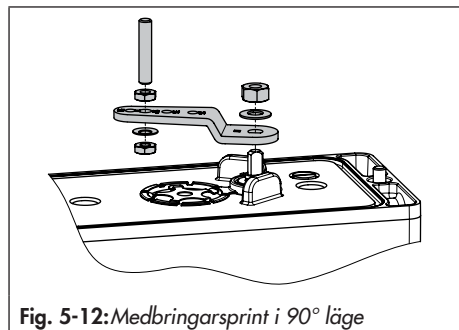

Fig. 5-12: Medbringarsprint i 90° läge
1. Fäst adapterblocket (1) på ställdonets NAMUR-gränssnitt med de fyra fästskruvarna (2).
2. Montera mebringarhjulet (3) på ställdonets axel. Använd den passande axeladaptern (se Tabell 5-9).
3. Placera adapterfästet (4) på adapterblocket (1) och fäst det med fästskruvarna (5).
4. Sätt in och fäst medbringarsprinten i 90° läge på lägesställarens spak (se Fig. 5-12).
5. Rikta in lägesställaren på adapterfästet (1) så att medbringarsprinten kopplar i ställdonets mebringarhjul (3).
6. Fäst lägesställaren på adapterfästet (4) med fästskruvarna (6).
7. Montera den reverserande förstärkaren typ 3710 (7) tillsammans med de två styrbussningarna (8) och ändplattan (9) på adapterfästet med respektive fästskruvar (10).